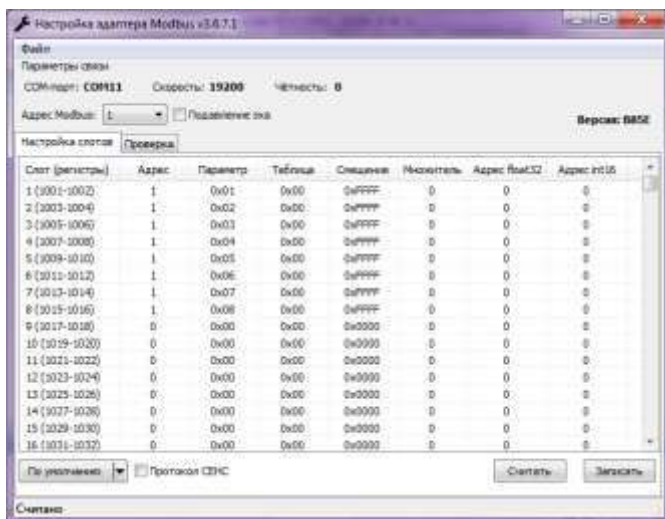

Рисунок 9 – Окно утилиты «Настройка адаптера Modbus»
3.5.5.4 Для проверки связи с адаптером нажать кнопку «Считать». При этом адаптер должен быть включен в режиме обмена по протоколу «Modbus RTU». После нажатия кнопки «Считать» программа должна считать значения регистров адаптера. При этом будет выдано сообщение «Считано» в строке состояния программы (рисунок 9). Если значения регистров не считаны (адаптер не найден), то необходимо:
3.5.6.1 При нажатии кнопки «Считать» программа считывает текущие настройки всех слотов опроса адаптера (рисунок 9). Запись в память адаптера считанных и измененных настроек всех слотов опроса производится с помощью кнопки «Записать».